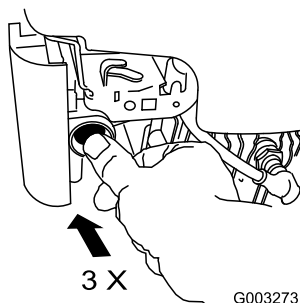

Figura 19
1. Apriete el cebador 3 veces con el dedo pulgar, presionando con fuerza, y manteniendo la presión durante un segundo antes de soltarlo (Figura 19).